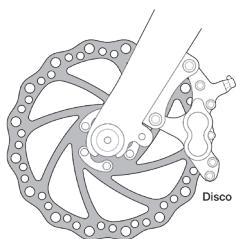
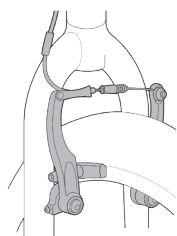

fig. 14
fig. 15
3. Alcuni freni per bicicletta, come i freni a disco (fig. 14) e i freni a V (fig. 15), sono estremamente potenti. Assicurarsi di familiarizzare con questi freni e utilizzarli con particolare cura.
i freni non funzionano. Chiedere al proprio rivenditore di assicurarsi di illustrare chiaramente come funziona il meccanismo a sgancio rapido dei freni della bicicletta (fig. 14, 15, 16, 17 e 18) e controllare sempre che entrambi i freni funzionino in maniera corretta prima di montare sulla bicicletta.